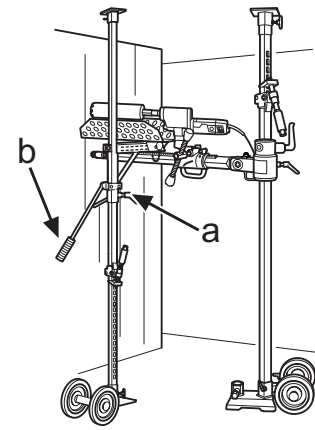

Fig. 4
2. Sistemare il supporto in modo che il raccoglitore sia posizionato correttamente sotto la punta, quindi fissarlo con la manopola di bloccaggio (a) (fig. 4).
4. Allentare la manopola di bloccaggio e frenare il raccoglitore assieme all'anima con la leva dei freni (b) (fig. 4).
2. Das Stativ so befestigen, dass sich der Sammelbehälter unter dem Bohrer befindet; den Behälter mit Verriegelungsgriff (a) arretieren (Abb. 4).
4. Den Verriegelungsgriff lösen und den Sammelbehälter und Bohrkern mit dem Bremshebel (b) abbremsen (Abb. 4).
2. Coincer le support de manière à ce que le collecteur se positionne sous le trépan et verrouiller le collecteur à l'aide de la poignée de verrouillage (a) (Fig.4).
4. Desserrer la poignée de verrouillage et freiner le collecteur contenant le bloc de béton à l'aide du levier de frein (b) (Fig.4).
2. Zet het statief zo vast dat de opvangbak onder de boor komt, zet de opvangbak vast met de borgknop (a) (Fig.4).
4. Maak de borgknop los en laat de opvangbak en de boorkern met de remhendel (b) (Fig.4) langzaam naar beneden komen.